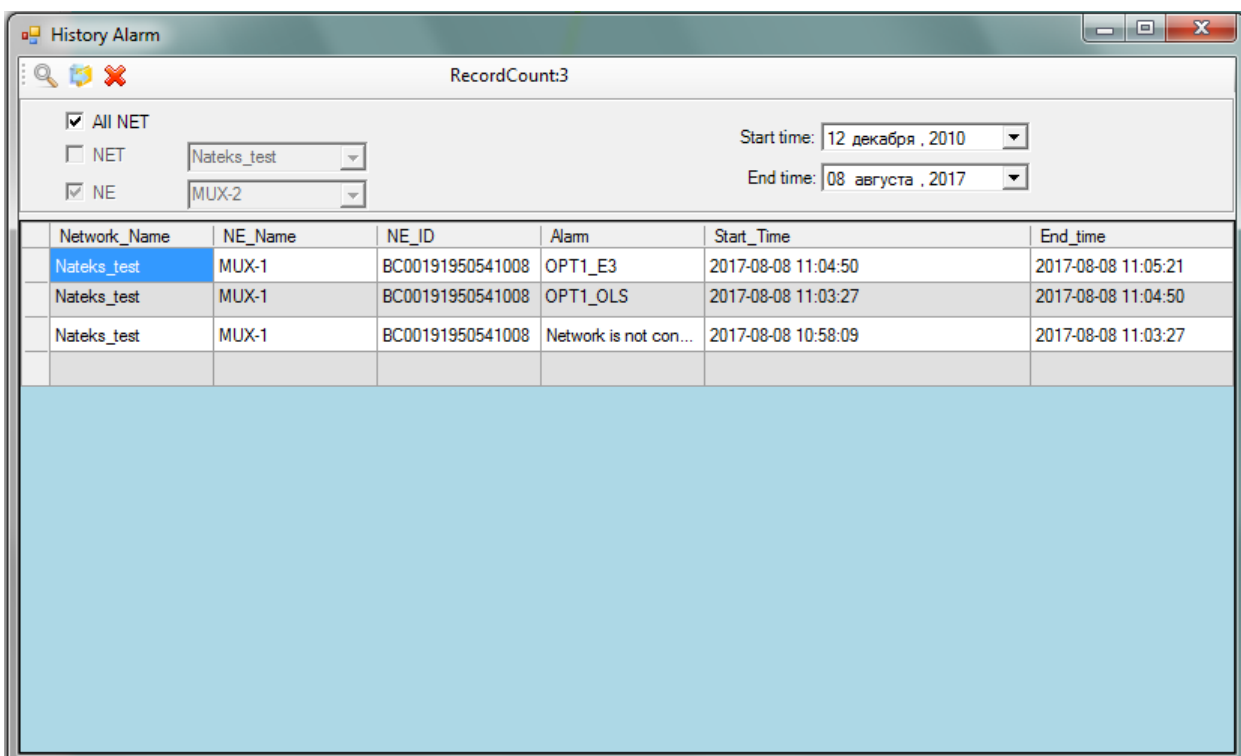

Рис. 4.22. Окно истории аварий.
3. Указать параметры линии в открывшемся окне (см. рис. 4.22).